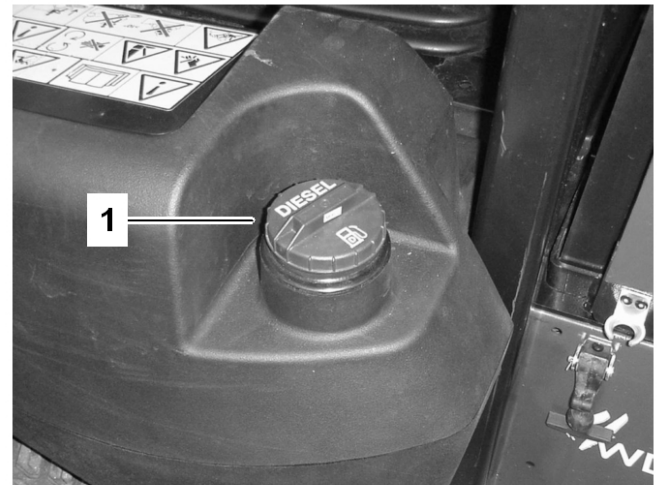

Bild 25
2. Schrauben Sie den Tankdeckel ab (Bild 25).